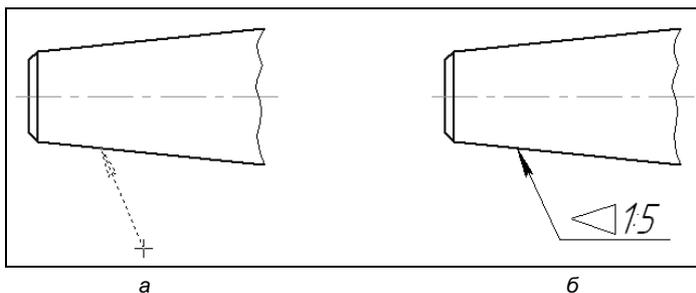

Рис. 1.97. Нанесение Линии-выноски
3. Затем щелчком мыши зафиксируйте точку т1 начала полки (рис. 1.97, а);
7. Чтобы зафиксировать изображение, нажмите кнопку **Создать объект**. Коническая поверхность будет охарактеризована конусностью (см. рис. 1.97, б).